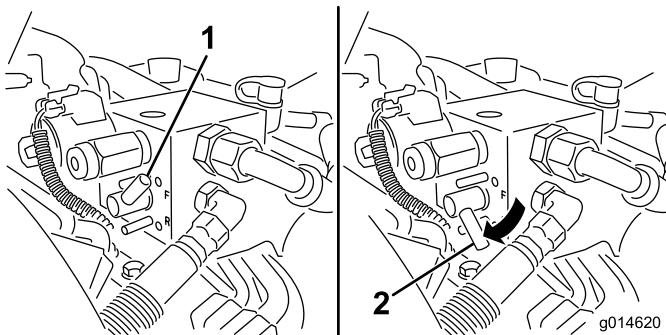

図 54
5. バックラップ・レバーを逆転 (R) 位置にセットする (図 54)。